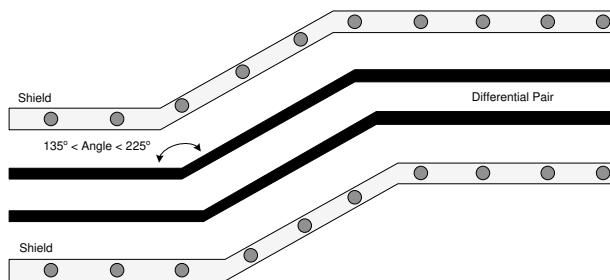

図 8-3. V-by-One の配線例
- 差動信号ペアに関する曲げ角度が $135^\circ \sim 225^\circ$ である必要があります (図 8-3 を参照)。